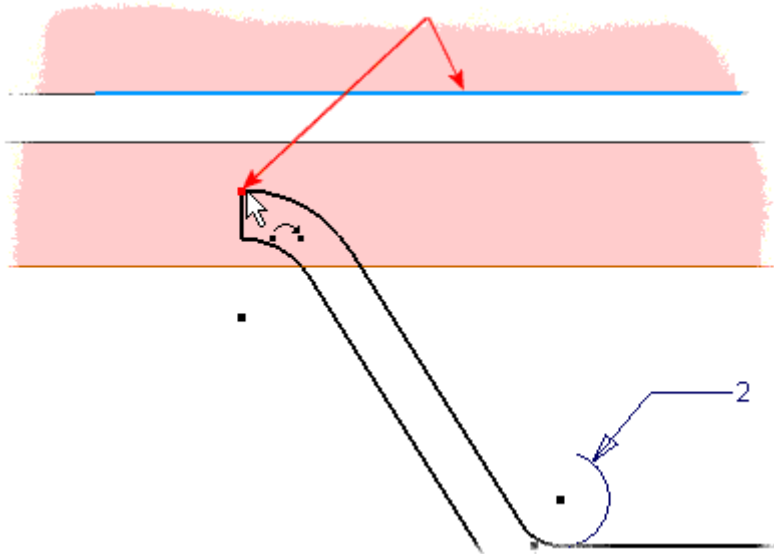
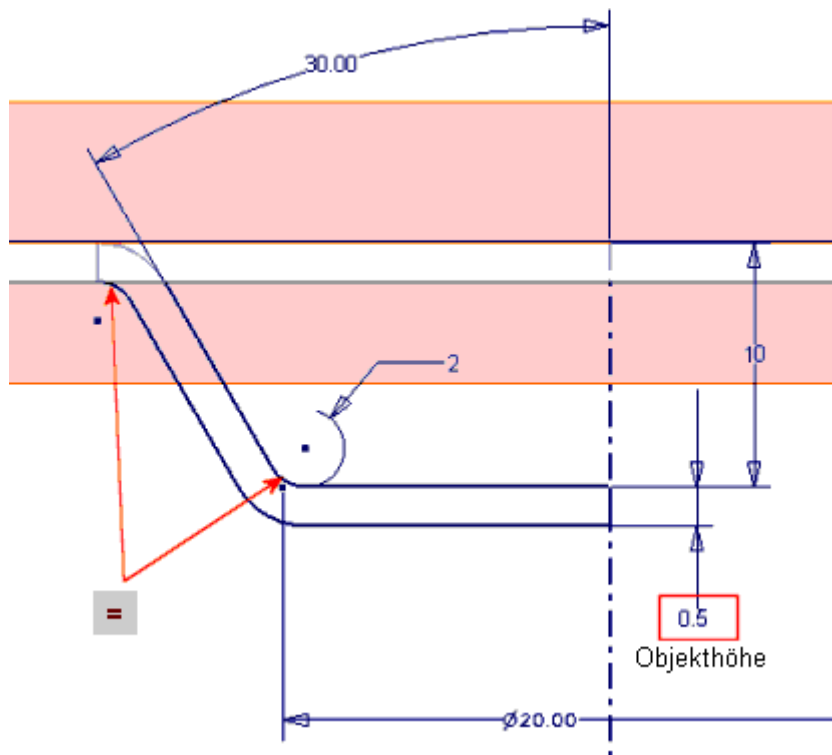

Bild 14: Konzidente Abhängigkeit
Bild 15: Skizzen Bemaßungen und Abhängigkeiten
12. Starten Sie aus der Befehlsleiste Skizze den Befehl *Koinzident*. Klicken Sie wie in Bild 14 gezeigt den Endpunkt der vertikalen Linie. Jetzt klicken Sie noch die projizierte Konstruktionslinie um die Abhängigkeit zu vervollständigen. Der obere Durchmesser der Prägung kann jetzt direkt durch Änderungen des unteren Durchmessers gesteuert werden.
Falls Ihre Skizze nicht dem Resultat aus dem Bild 14 entspricht, bringen Sie zuerst die Bemaßungen und Abhängigkeiten von Bild 15 an.
13. Vervollständigen Sie die Skizze mit den in Bild 15 angezeigten Bemaßungen und Abhängigkeiten. Benutzen Sie die vorher verwendete Parameterliste um den *Objekthöhen*-Parameter für die rot umrandete Bemaßung zu erhalten.